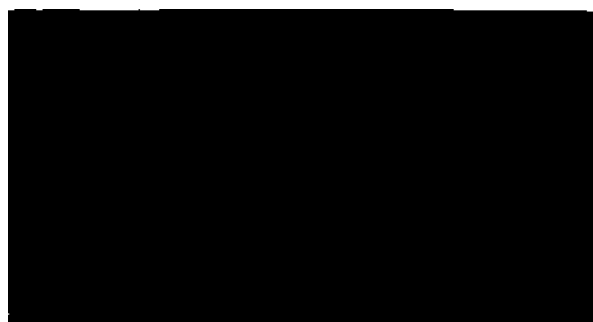

Рисунок. 113. Окно импортирования цифровых изображений, жесткий диск.
2. Из панели управления DIF выберите [Load DIF...] (Загрузить DIF...). Появится окно Import DIF (Импортировать DIF) (Рисунок 113).
- **HardDrive (Жесткий диск)** — файлы DIF, созданные с помощью инструмента сегментации EnSite™ Verismo™ на той же рабочей станции системы картирования сердца EnSite Precision™, хранятся на жестком диске рабочей станции. При добавлении дополнительных моделей самые старые модели удаляются первыми. Модели также можно удалять вручную, выбрав модель из списка и нажав [Delete] (Удалить). (Рисунок. 113).